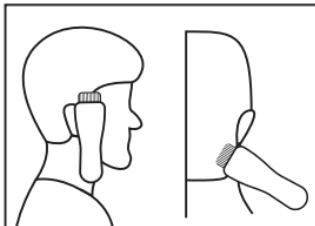

Figura 8
•Para aparar as costeletas com um corte reto, inverter a posição do cortador de modo que o lado de baixo fique para cima (Figura 8).